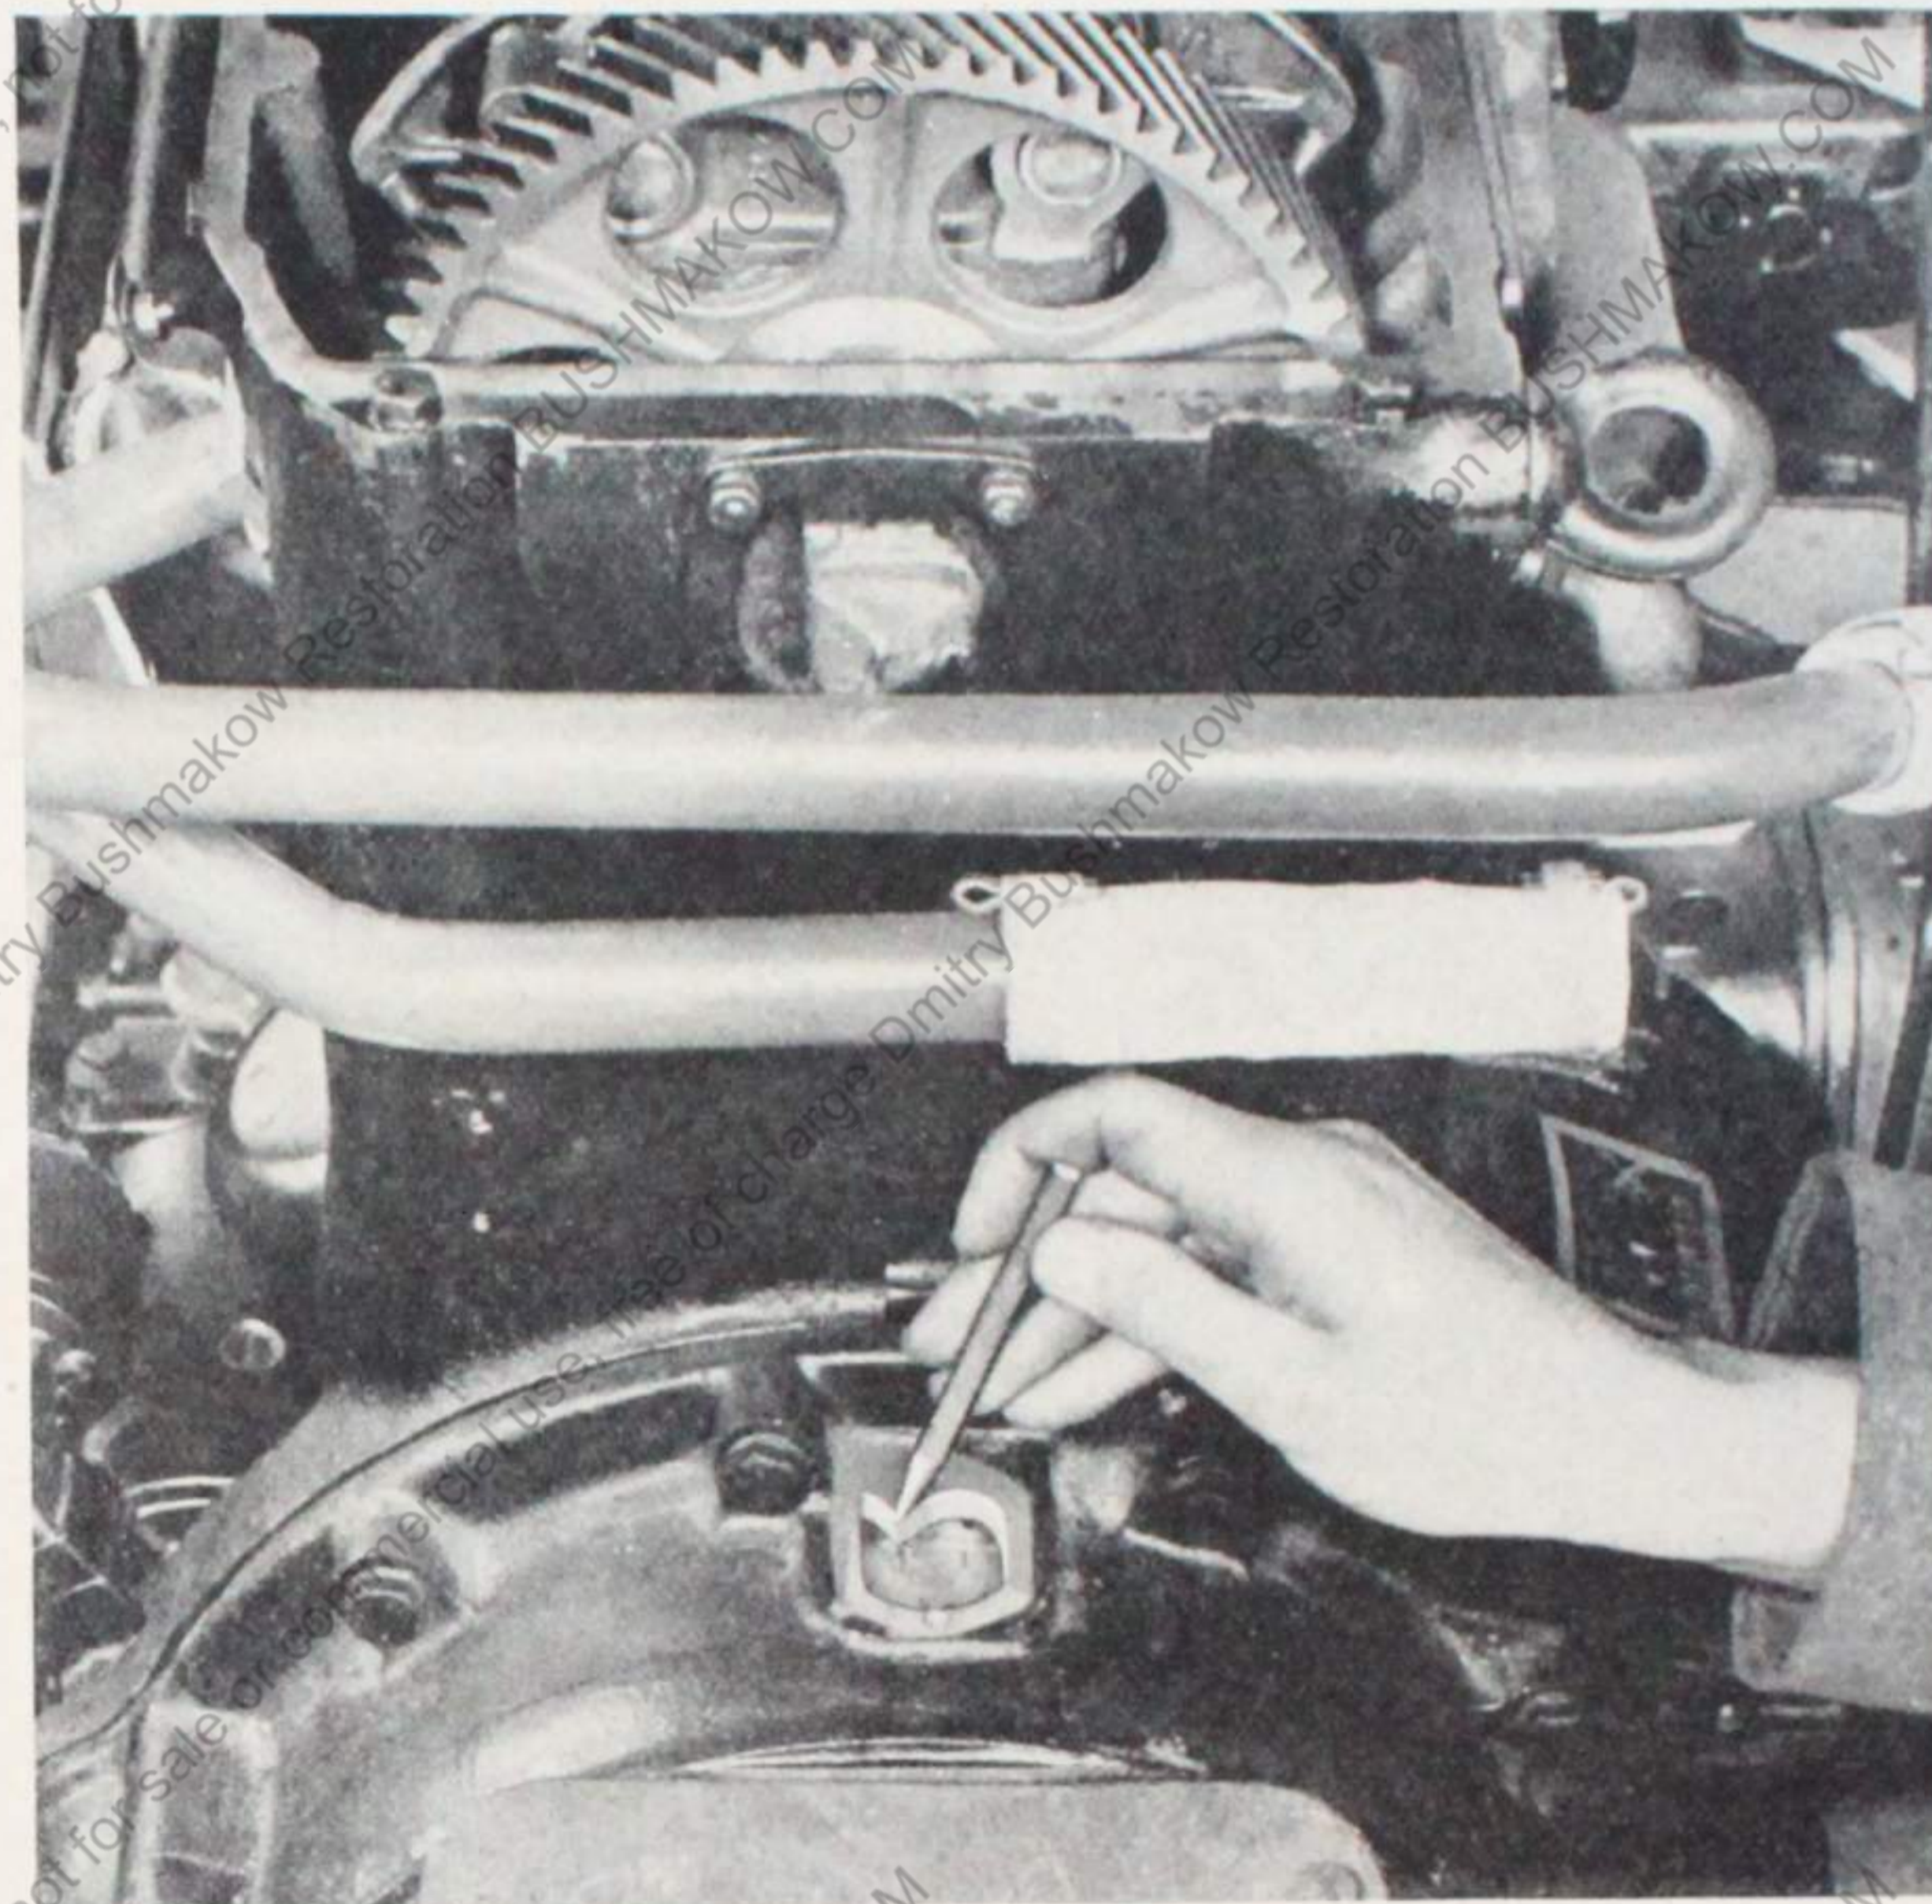

Bild 16
1. Den Kolben des betreffenden Zylinders in obere Totpunkt-lage bringen (Markierung am Schwungrad Bild 16), damit das Ventil nach Ausbau der Feder nicht in den Zylinder fällt
13. Den Kolben des 1. Zylinders durch Drehen der Kurbelwelle, entsprechend der Markierung am Schwungrad, aufstellen (Bild 16)
3. Schwungrad auf „1 und 6 oben“ einstellen (Bild 16)
8. Kolben 1 auf Zündzeitpunkt stellen (beide Ventile geschlossen (Marke „1 und 6 oben“ am Schwungrad oben, Bild 16)